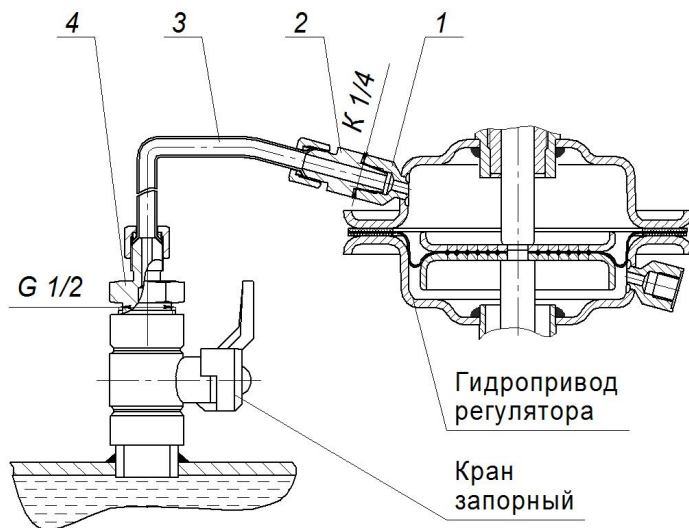

Рисунок 7 – Пример подключения камеры мембранного привода
8.5.2. Монтаж РПД проводить согласно схеме на рис. 7.